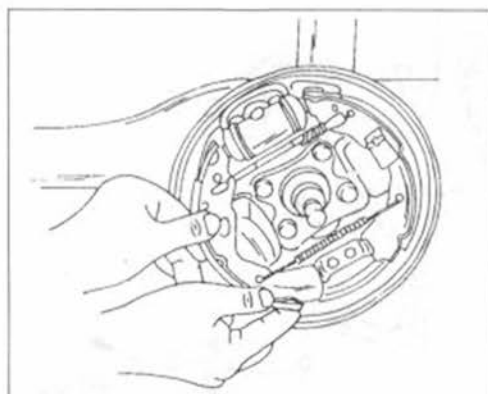

Рис.229.
- Вставить нижнюю возвратную пружину (11) в установленную колодку и другой конец пружины — в прижимную тормозную колодку (13). Колодки вставить на нижней стороне в опору. Для этого нужно захватить колодки, как показано на рис.229, и тянуть наружу, пока пружина выступит достаточно далеко, чтобы колодки вошли в опору. Колодки на верхней стороне ввести в контакт с рычагом управления и тормозным цилиндром и закрепить с помощью анкерного штифта и зажима пружины.